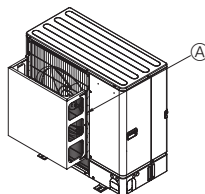

Fig. 2-5
② Paigaldage kaitsevari, kui seade paigaldatakse kohta, kus nt orkaani vms tuuled võivad otse õhu väljalaskeavasse tungida. (Fig. 2-5)